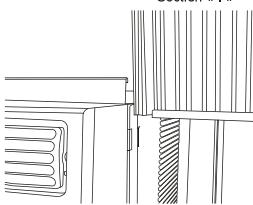

Fig.2
B. Glissez directement la section « I » de l'extrémité libre du panneau dans l'enceinte, comme démontré à la fig. 2. Glissez le panneau vers le bas. Assurez-vous avoir l'espace suffisant pour glisser le dessus et le bas du cadre sur les rails de l'enceinte.